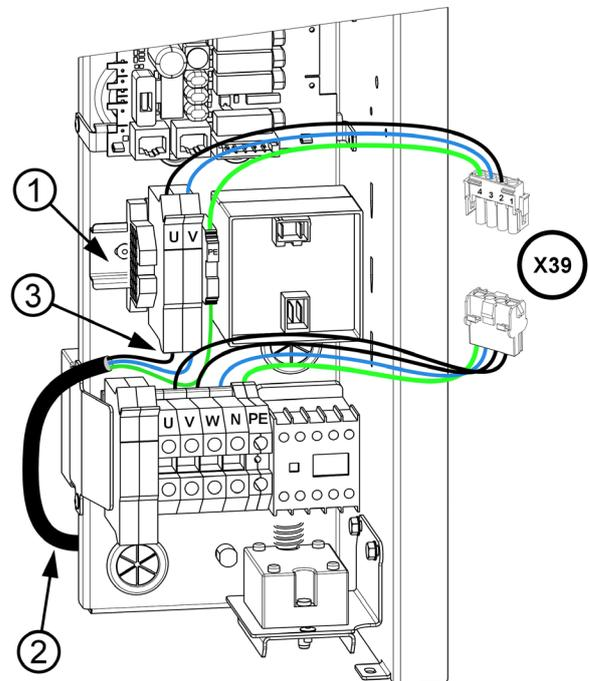

Abbildung 19: Anschließen des 623-Haubensets
Montieren Sie die Sicherungshalterungen inkl. Anschlussklemmen vom Haubenset auf die DIN-Schiene (1) auf der Vorderseite der Schalttafel (siehe Abb. 19).
Schließen Sie die einzelnen Kabel des Netzkabels der Haube (2) von unten (3) an die Sicherungshalter und Anschlussklemmen PE des Haubensets an (siehe Abb. 19).